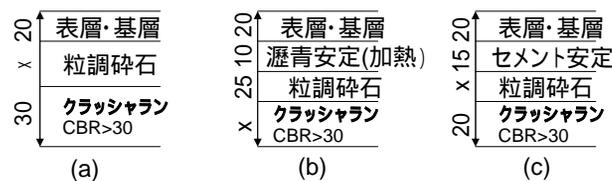

Figure 2 アスファルト舗装断面(単位:cm)
5.目標とするアスファルト舗装断面の T_A=41(cm)である。Fig.2のようなアスファルト舗装断面における未知の路盤厚さ x の最小値(cm) をそれぞれ求めると，(a) 38.6 (cm)，(b) 17.0 (cm)，(c) 22.2 (cm) である。なお，等値換算係数 a は Table.1 で与えられる。